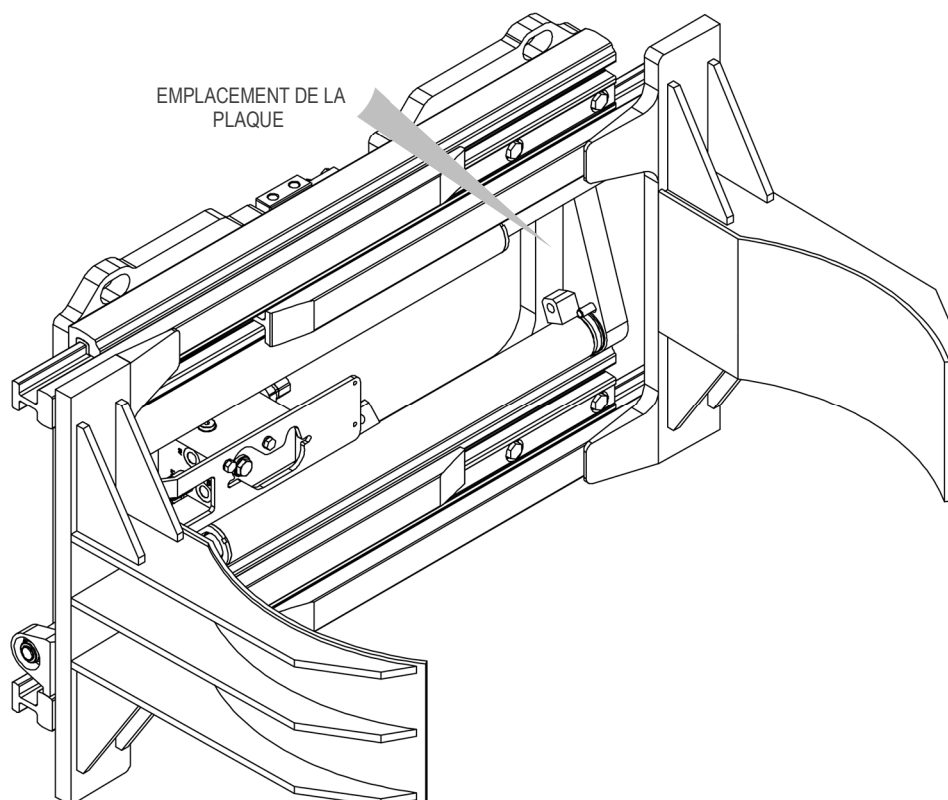

Figure 1
Tous les équipements A.T.I.B. – « PINCE POUR UN OU DEUX FûTS TYPE 474.160 | PINCE POUR DEUX OU QUATRE FûTS TYPE 474.190 | PINCE POUR UN FûT ROTATIF 180° » sont identifiées par une plaque adhésive (voir *Tableau 1*) placée sur l'équipement (voir *Figure 1*), toujours se référer au numéro de série.
5. Pour la manutention, des courroies et/ou des chaînes correctement dimensionnées par rapport au poids de l'équipement indiqué sur la plaque signalétique doivent être utilisées (voir *figure 1* et *tableau 1* à la page 7).
9. Connecter le circuit hydraulique, en s'assurant que la pression de service des tuyaux est supérieure ou égale à celle indiquée sur la plaque signalétique (voir *Figure 1* et le *Tableau 1* à la page 7).
6. Pour la manutention, des courroies et/ou des chaînes correctement dimensionnées par rapport au poids de l'équipement indiqué sur la plaque signalétique doivent être utilisées (voir Figure 1 et le Tableau 1 à la page 7).